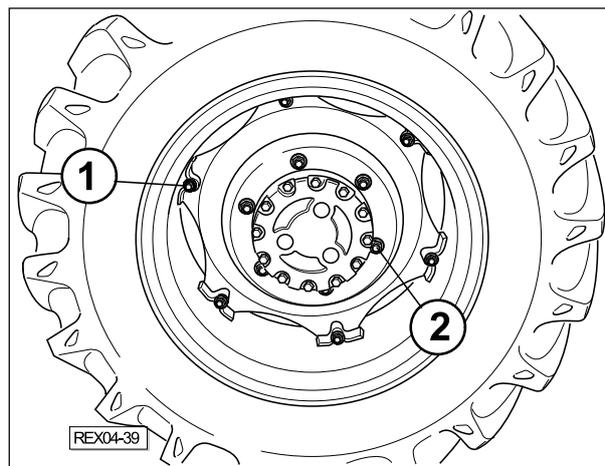

Fig.4-17
O binário de aperto das porcas (1 - Fig.4-17) de fixação da jante no disco é de 210-230 Nm e das porcas (2) de fixação da jante no cubo da roda é de 310 Nm. Verifique sempre a pressão dos pneus.